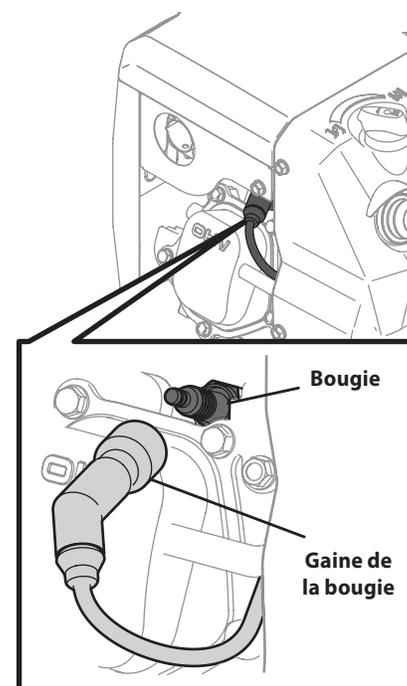

Figure 6-1
1. Débranchez le fil de la bougie et éloignez-le de celle-ci. Voir la Fig. 6-1.
1. Dégagez la gaine de la bougie. Voir la Figure 6-1.